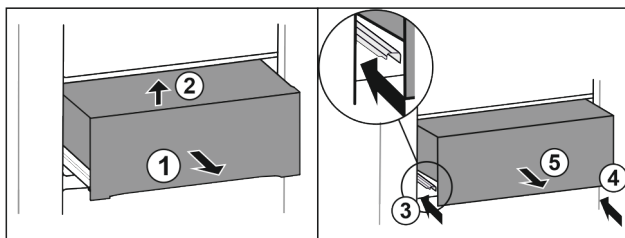

Fig. 32
- ▶ Wyciągnąć szufladę do połowy. Fig. 32 (1)
- ▶ Unieść szufladę z przodu. Fig. 32 (2)
- ▶ Wsunąć lewą szynę. Fig. 32 (3)
- ▶ Wsunąć prawą szynę. Fig. 32 (4)
- ▶ Wyjąć szufladę do przodu. Fig. 32 (5)